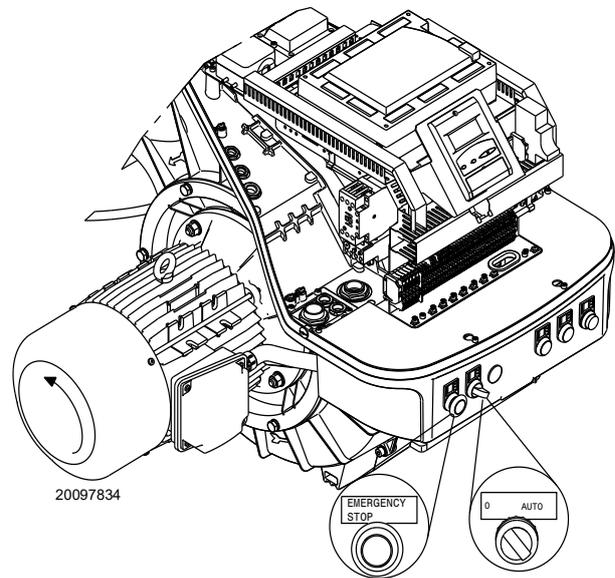

Abb. 25
Den Schalter Abb. 25 auf die Position „**AUTO**“ stellen.
Beim Anlaufen des Brenners die Drehrichtung des Motors überprüfen, siehe (Abb. 25).
- den Schalter von Abb. 25 auf die Position „**0**“ stellen und warten, bis sich die Flammensteuerung ausschaltet;